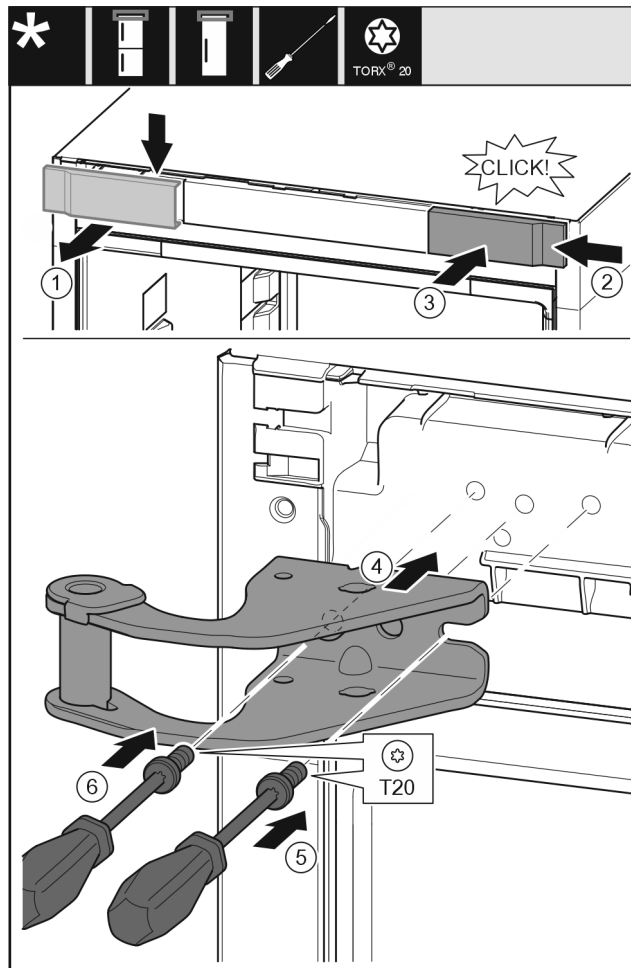

Fig. 12
- Odoberte kryt zhora dopredu. Fig. 12 (1)
- Kryt zaveste na druhú stranu sprava otočený o 180°. Fig. 12 (2)
- Kryt zaklapnite. Fig. 12 (3)
- Nasadte hornú ložiskovú konzolu. Fig. 12 (4)
- Skrutku nasadte a pevne zaskrutkujte skrutkovačom T20. Fig. 12 (5)
- Skrutku vložte a pevne zaskrutkujte skrutkovačom T20. Fig. 12 (6)